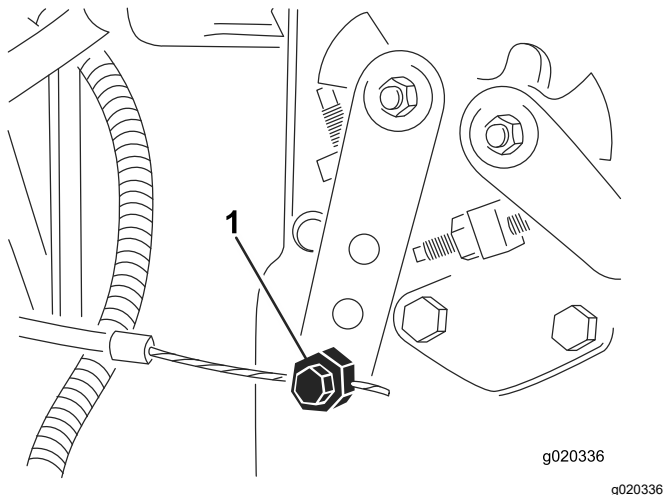

Figura 77
2. Allentate il raccordo del cavo dell'acceleratore sulla leva della pompa di iniezione (Figura 77).